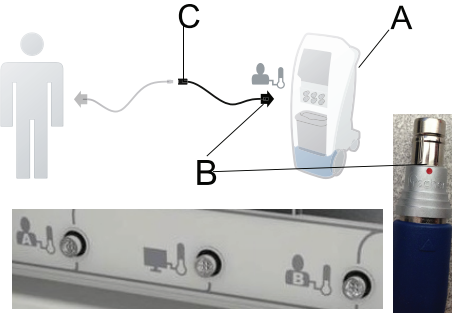

Figura 12 –
- Alinhe o ponto vermelho no **Cabo adaptador reutilizável** (B) com a porta de sonda do doente A ou B (Figura 12) do controlador (A).